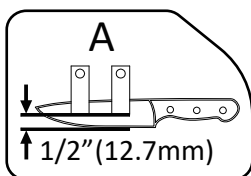

Fig. 6
1. Standardmesser: Für Klingen mit einer Breite von $3/5$ bis $2-3/4$ Zoll (15–70 mm) verwenden Sie die **A**-Montageposition, wie auf dem Basisschild angegeben. Der Schleifwinkelbereich beträgt 10° – 35° (Siehe Fig. 6).